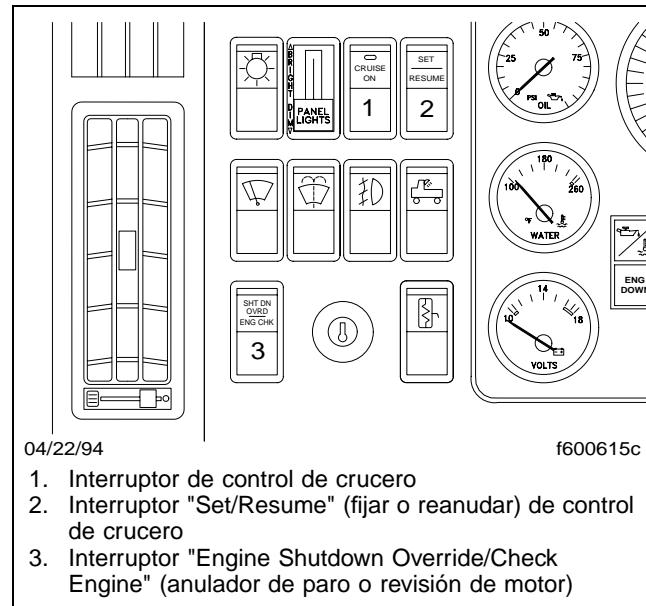
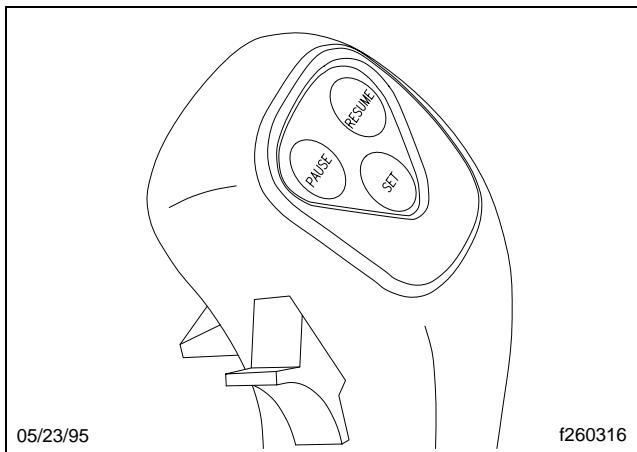

Figura 3.13, Interruptor de control de crucero e interruptor "Engine Shutdown Override/Check Engine" (anulador de paro o revisión de motor)
Figura 3.14, Botones de control de crucero en la palanca de cambios para la transmisión
Controles para el operador del motor electrónico Caterpillar (Figura 3.13 y Figura 3.14)
*Por medio del interruptor "On/Off" (encendido o apagado) y el interruptor "Set/Resume" (fijar o reanudar) situados en el panel de control de instrumentos (Figura 3.13).* El interruptor "On/Off" enciende la función opcional de control de crucero, y el interruptor "Set/Resume" se usa para fijar la velocidad de crucero, o para reanudar el control de crucero después de haber aminoado la velocidad. Para la operación del PTO, el
*Por medio de los botones "Pause," "Resume," y "Set" (pausa, reanudar y fijar) situados en la perilla opcional de la palanca de cambios (Figura 3.14).* El botón "Pause" permite al conductor interrumpir temporalmente el control de crucero. El botón "Resume" permite al conductor reanudar la velocidad de crucero después de haber reducido la velocidad. El botón "Set" permite al conductor fijar la velocidad de crucero. Durante el funcionamiento de la toma de fuerza (PTO), el botón "Pause" interrumpe temporalmente la operación de PTO, el botón "Resume" reanuda la operación de PTO a la velocidad de motor previamente seleccionada, y el botón "Set" se usa para fijar la velocidad de operación del motor. Vea el **Capítulo 4** para las instrucciones completas.
*Por medio del interruptor "On/Off" (encendido o apagado) y el interruptor "Set/Resume" (fijar o reanudar) situados en el panel de control de instrumentos (**Figura 3.13**). El interruptor "Off/On" enciende la función opcional de control de crucero, y el interruptor "Set/Resume" se usa para fijar la velocidad de control de crucero o reanudar la velocidad de crucero después de reducir la velocidad. Para la modalidad de operación de PTO el interruptor "On/Off" enciende la PTO, y el interruptor "Set/Resume" se usa para fijar o reanudar la velocidad de operación del motor. El interruptor "Set/Resume" es accionado por un resorte para que regrese a la posición de neutro.*
*Por medio de los botones "Pause," "Resume," y "Set" situados en la perilla opcional de la palanca de cambios (**Figura 3.14**). El botón "Pause" permite al conductor interrumpir temporalmente el control de crucero. El botón "Resume" permite al conductor reanudar la*
## Controles para el operador del motor electrónico Detroit Diesel (DDEC) (**Figura 3.13** y **Figura 3.14**)
*Por medio del interruptor "On/Off" (encendido o apagado) y el interruptor "Set/Resume" (fijar o reanudar) situados en el panel de control de instrumentos (Figura 3.13). El interruptor "On/Off" enciende la opción de control de crucero, y el interruptor "Set/Resume" se usa*
*Por medio de los botones "Pause," "Resume," y "Set" (pausa, reanudar y fijar) situados en la perilla opcional de la palanca de cambios (Figura 3.14). El botón "Pause" permite al conductor interrumpir temporalmente el control de crucero. El botón "Resume" permite al conductor reanudar la velocidad de crucero después de haber reducido la velocidad. El botón "Set" permite al conductor fijar la velocidad de crucero. Durante el funcionamiento de la toma de fuerza (PTO), el botón "Pause" interrumpe temporalmente la operación de PTO, el botón "Resume" reanuda la operación de PTO a la velocidad de motor previamente seleccionada, y el botón "Set" se usa para fijar la velocidad de operación del motor. Vea el Capítulo 4 para las instrucciones completas.*